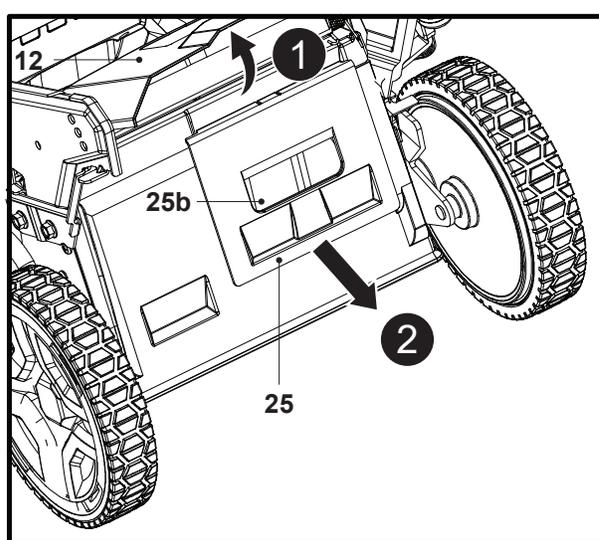

Fig. 15
2. Maintenir la poignée encastrée (25b) et extraire l'obturateur mulching (25) de la goulotte d'éjection arrière (23), puis retirer l'obturateur mulching (25) (Fig. 15).